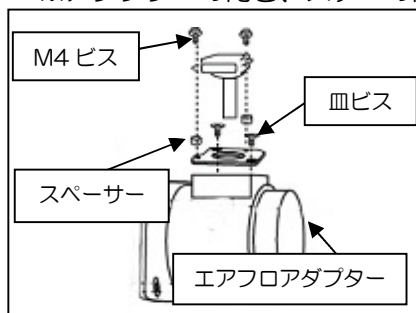

図 4
- ① 図 4 を参考にエアフロアダプターにエアフロプレート、エアフロセンサーを組み立てます。